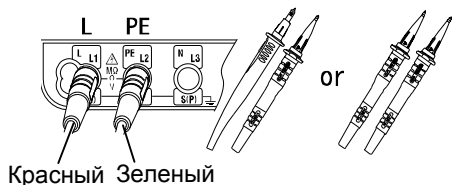

Рис.19
3. Вставьте измерительные щупы в разъемы L и PE на приборе KEW6016 как показано на Рис.19.